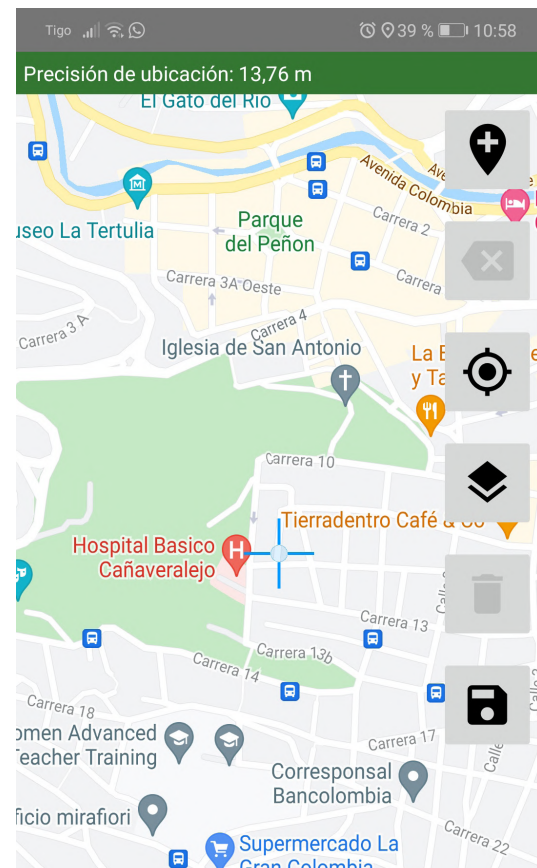

Figura 23. Mapa donde se dibujan los límites del lote.
**3 Trace los límites del lote.** Cuando se hace clic en el botón “Iniciar GeoArea” se habilitará un mapa para que ubique el lote y delimite el mismo. Para crear un polígono deberá presionar dos veces la pantalla del dispositivo móvil y empezar a trazar el límite del lote. Recuerde que el trazo deberá terminar en el mismo punto que empezó para cerrar el polígono. Al obtener el polígono deseado presionar el botón de guardar como se muestra en la [Figura 23].